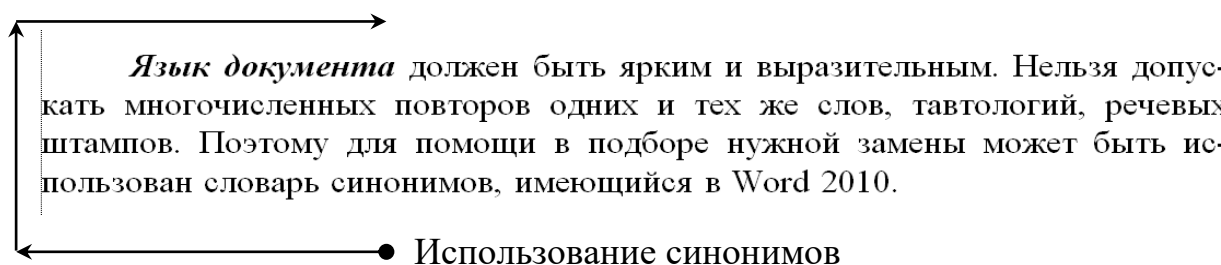

Рис. 35. Перемещение фрагмента документа перетаскиванием
1. Нажать левую кнопку *мыши* и, не отпуская ее, переместить *фрагмент* документа на новую позицию (рис. 35).